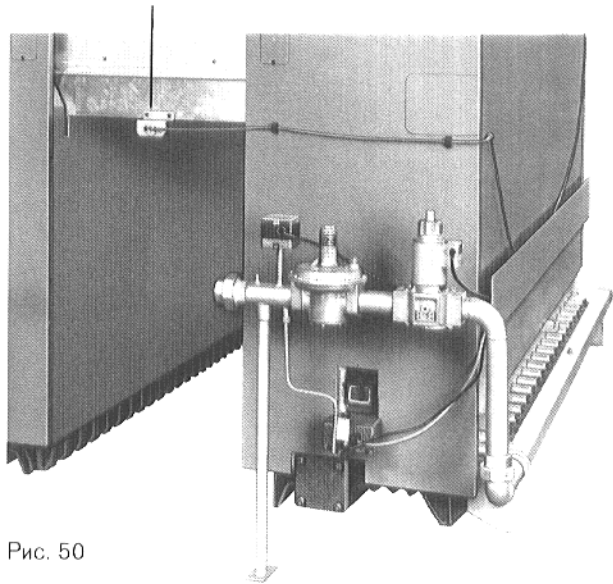

Рис. 50
Стандартная оснастка котла включает контроль отходящего газа (см. рис. 50).
- Вставить датчик отходящего газа в державку предохранителя потока, не фиксируя его (см. рис. 50).